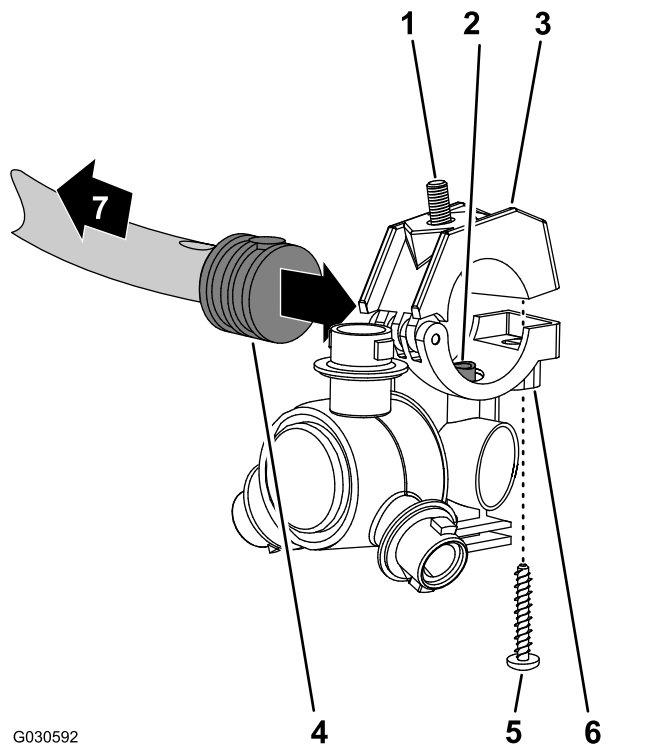
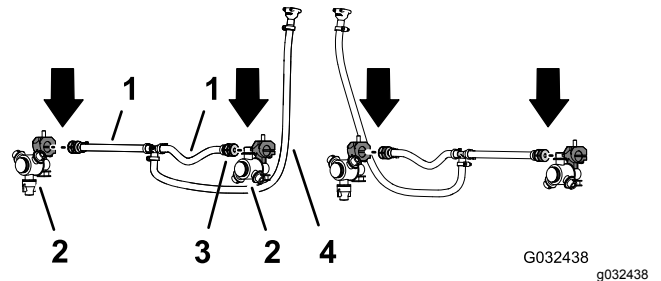

Figura 55
Figura 56
- Trabajando con la boquilla de fumigación 2 que viene con el kit de acabado del sistema de fumigación GeoLink, retire el tornillo de acero inoxidable que fija la mitad superior de la abrazadera a la base (Figura 55).
- Localice el orificio en el lateral del conector de manguera de dentado simple, al final de la manguera de 25 cm (válvula de fumigación 5 o 6) de la sección de fumigación central (Figura 55 y Figura 56).
- Alinee el tubo de transferencia del soporte de una boquilla de fumigación (Figura 55) con el orificio del lateral del conector de manguera de dentado simple (13 mm).
- Cierre la mitad superior de la abrazadera alrededor del conector de manguera dentado y sujete la mitad de la abrazadera y el cuerpo de la boquilla de fumigación (Figura 55) con el tornillo de acero inoxidable (Nº 12 x 1-1/4"); apriete el tornillo de acero inoxidable a entre 14 y 18 N·m.
- Trabajando con la boquilla de fumigación, el perno de cabeza hexagonal, y el tornillo de acero inoxidable que retiró en los pasos 1 y 2 de Retirada de las boquillas de fumigación (página 24), repita los pasos 3 a 5 con el conector de manguera de dentado simple (Figura 55 y Figura 56) del otro extremo de la manguera de 25 cm.
- Trabajando con las 2 boquillas de fumigación que retiró en el paso 4 de Retirada de las boquillas de fumigación (página 24), repita los pasos 3 a 5 con los conectores de manguera de dentado simple del otro conjunto de mangueras (válvula de fumigación 5 o 6) de la sección de fumigación central (Figura 55 y Figura 56).